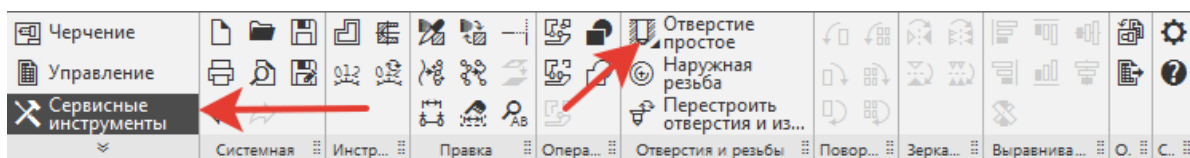

Рисунок 43.
7. На инструментальной панели перейти в **Сервисные инструменты**, на панели **Отверстия и резьбы** найти  **Отверстие простое** (рисунок 43).